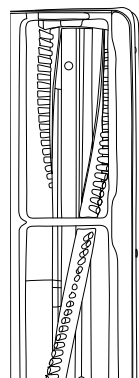

Fig. 2
6. Vuelva a colocar la placa inferior enganchando el extremo delantero de la placa en las dos nervaduras del extremo delantero de la carcasa del cabezal del cepillo. (Fig. 2)